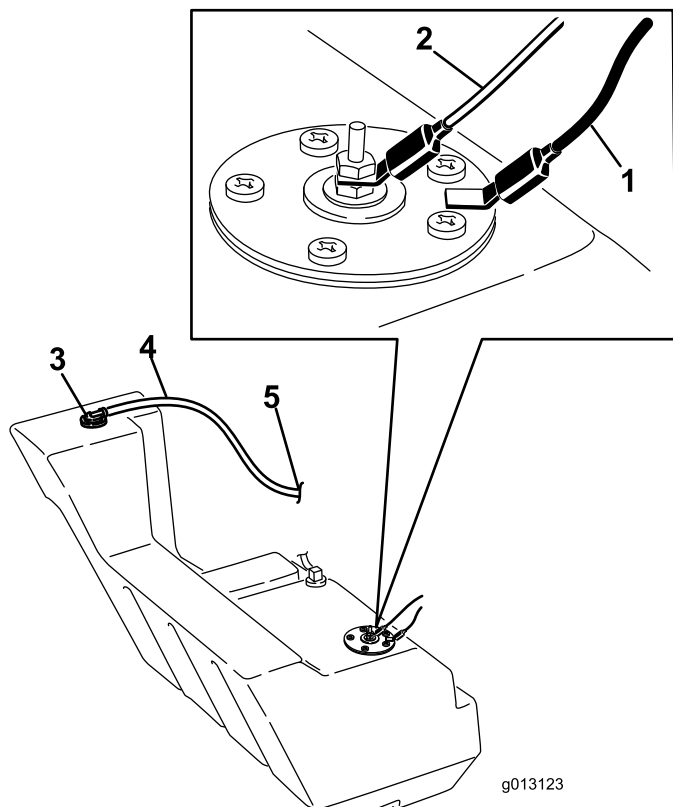

Bild 62
11. Ziehen Sie die beiden Kabel ab, die zur rechten Tankseite führen (Bild 62).
20. Auf der rechten Seite des Tanks verbinden Sie das orange Kabel mit dem inneren Pol und das schwarze Kabel mit dem äußeren Pol (Bild 62).